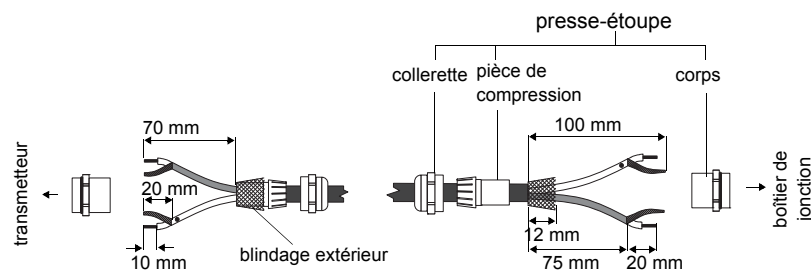

Fig. 6.3: Préparation de la rallonge
- Ouvrez le presse-étoupe. La pièce de compression reste dans la collerette (voir Fig. 6.3).
- Fixez le presse-étoupe en vissant la collerette sur le corps (voir Fig. 6.3).
- Faites passer la rallonge à travers la collerette, la pièce de compression et le corps du presse-étoupe (voir Fig. 6.3).